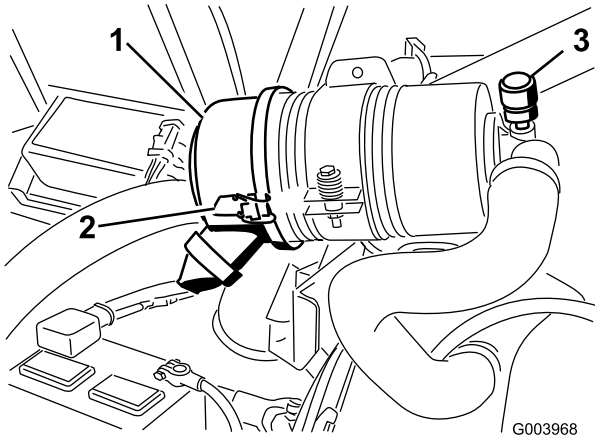

图54
仅在维修指示灯（图54）要求时，才维修空气滤清器滤芯。在必须更换之前更换空气滤清器，只会增加灰尘在滤清器拆下时进入发动机的几率。
1. 松开将空气滤清器盖固定到空气滤清器壳体上的搭扣（图54）。